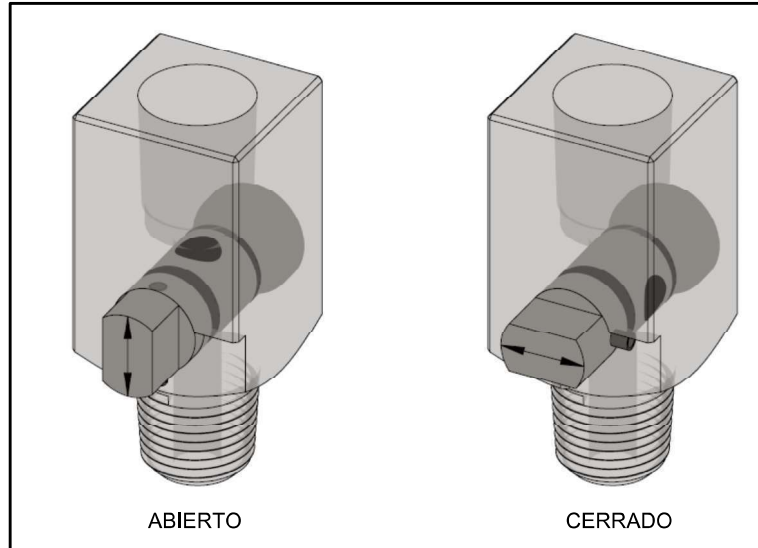

Figura 1
4. Cierre todos los puertos de venteo y retire todos los tapones de los orificios de venteo y puertos de inyección del sellador. La Figura 1 muestra la orientación correcta de los puertos de inyección del sellador cerrados y abiertos.
5. Cierre todos los puertos de inyección y retire los tapones de todos los venteos con puertos de inyección. La Figura 1 muestra la orientación correcta para el puerto de inyección del sellador cerrado y abierto.